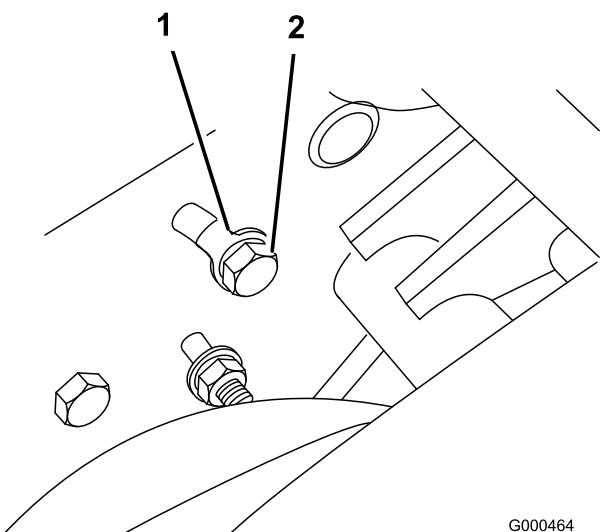

Bild 43
A. Lösen Sie an der Rückseite der Seitenplatte die Schraube, mit der die Spannscheibenhalterung an der Seitenplatte befestigt ist (Bild 43).